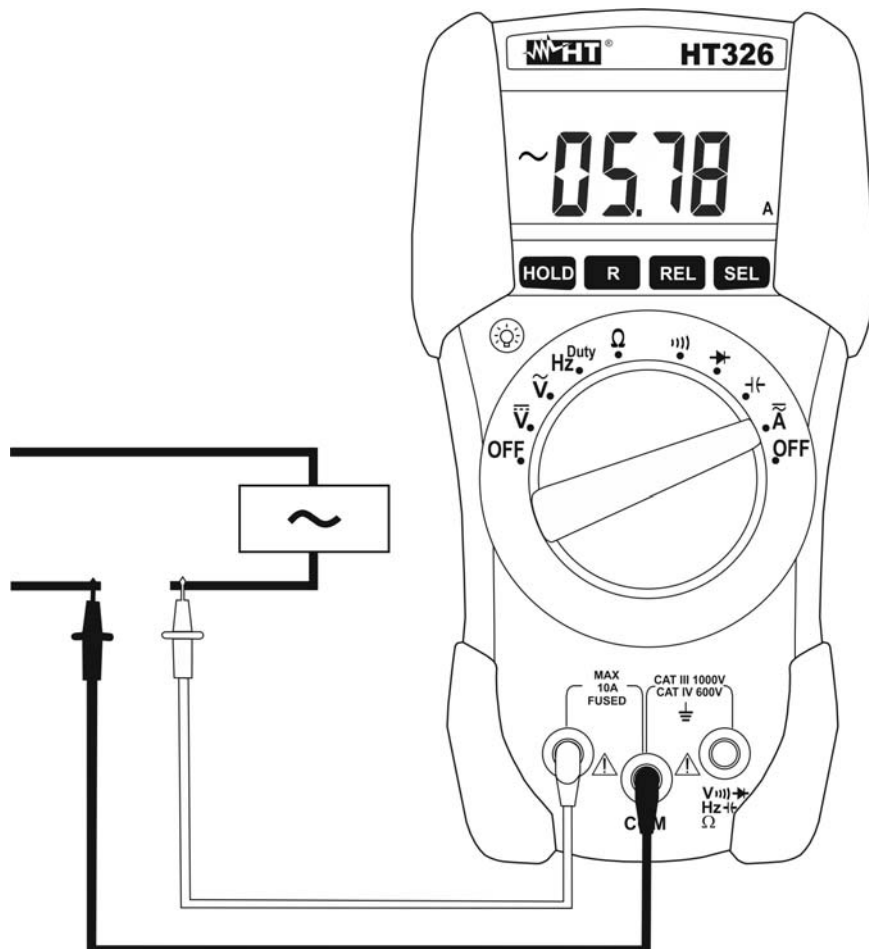

Abb. 5: AC-Strommessung
5. Verbinden Sie die rote und schwarze Messleitung mit dem Messkreis unter Beachtung der Polarität (s. Abb. 5)